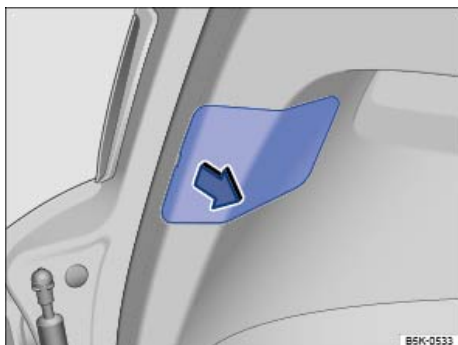

Fig. 288 En el portón trasero: retirar la tapa.
3.	Desmonte la tapa con cuidado en el sentido de la flecha, si fuera necesario haciendo palanca con la punta plana del destornillador de las herramientas de a bordo ⇒ fig. 288.